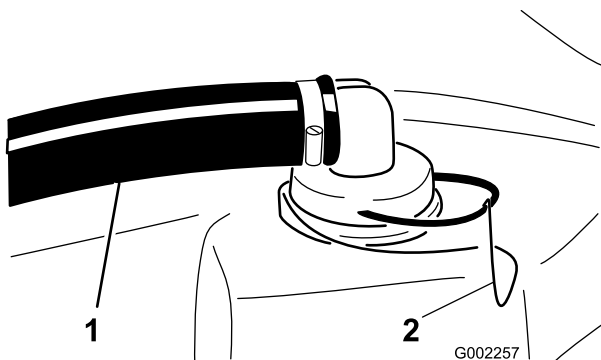

Figure 56
2. Retirez la fixation du raccord rouge monté sur le gros flexible en haut de la cuve (Figure 56).
3. Débranchez le flexible de la cuve (Figure 56).